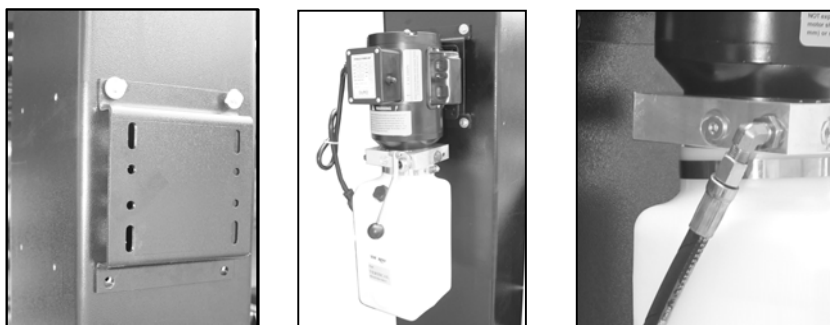

Figura : 6-A, B, C Bomba y manguera
- 6) Monte la motobomba en la parte trasera de la columna. Fíjela con tornillos y tuercas. Conecte la manguera del cilindro a la motobomba. (Fig. 6-A, B, C) La manguera tiene diferentes conectores en ambos extremos. Asegúrese de que el extremo de la manguera encaja en el cilindro. En el extremo de la manguera del cilindro hay una junta tórica. Asegúrese de que las fijaciones estén bien apretadas.